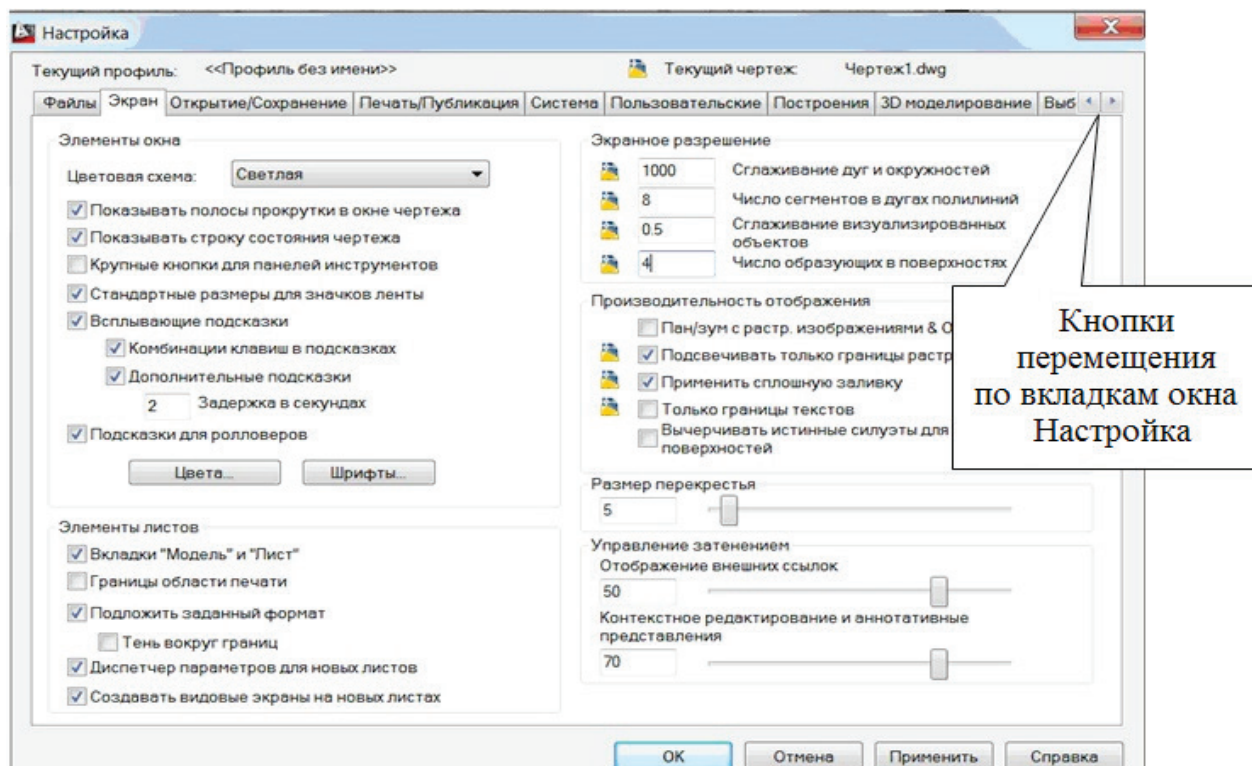

Рис. 41. Диалоговое окно Настройка
Основные настройки программы выполняются с помощью диалогового окна **Настройка** или **Параметры** (рис. 41), которое открывается так: ПКМ → **Настройка** или **Параметры** или **Настройка**.
На вкладке Экран (рис. 41) диалогового окна Настройка выберите и установите:
- ◆ поставьте флажки Показывать полосы прокрутки, Показывать строку состояния, Стандартные размеры для значков ленты, Вкладки «Модель» и «Лист» и т. д., как показано на рис. 41;